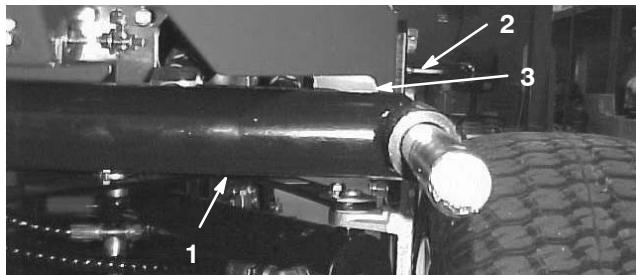
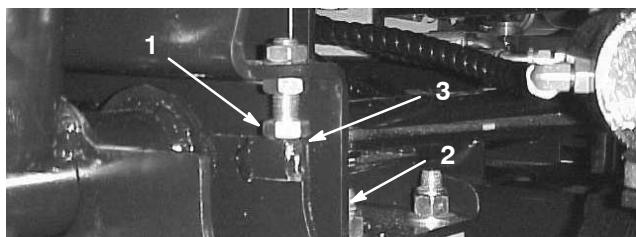
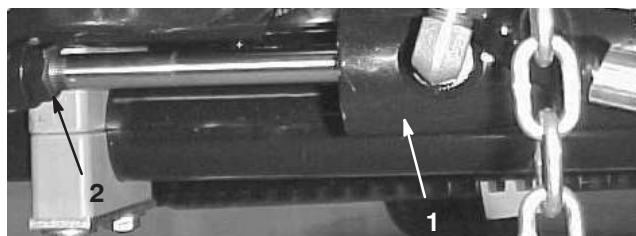

Figure 5
Figure 6
Figure 7
- Mettez le moteur en marche, relevez les plateaux de coupe et vérifiez si l'écartement entre chaque bras de relevage et le support de la plaque de plancher est compris entre 5 et 8 mm (Fig. 5). Si ce n'est pas le cas, reculez les boulons d'arrêt (Fig. 6) et réglez le vérin de manière à obtenir l'écartement voulu. Pour régler le vérin, reculez l'écrou de blocage sur le vérin (Fig. 7), retirez l'axe à l'extrémité de la tige et tournez la chape. Remettez l'axe et vérifiez l'écartement. Répétez la procédure au besoin. Resserrez l'écrou de blocage de chape.
- Vérifiez que l'écartement entre chaque bras de relevage et le boulon d'arrêt est de 0,13–1,02 mm (Fig. 6). Si ce n'est pas le cas, réglez les boulons d'arrêt de manière à obtenir l'écartement voulu.